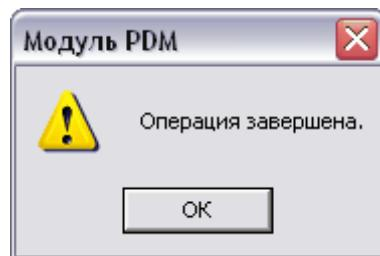

Рис. 131
- Добавление в БД файлов с диска. Для этого в контекстном меню папки выберите пункт **Работа с документами** → **Добавить документы в папку с диска...**. Далее в появившемся диалоговом окне выбора файлов укажите нужный файл и нажмите на кнопку **Открыть**. После добавления файла в папку появится окно, оповещающее об удачном добавлении файла (Рис. 131).